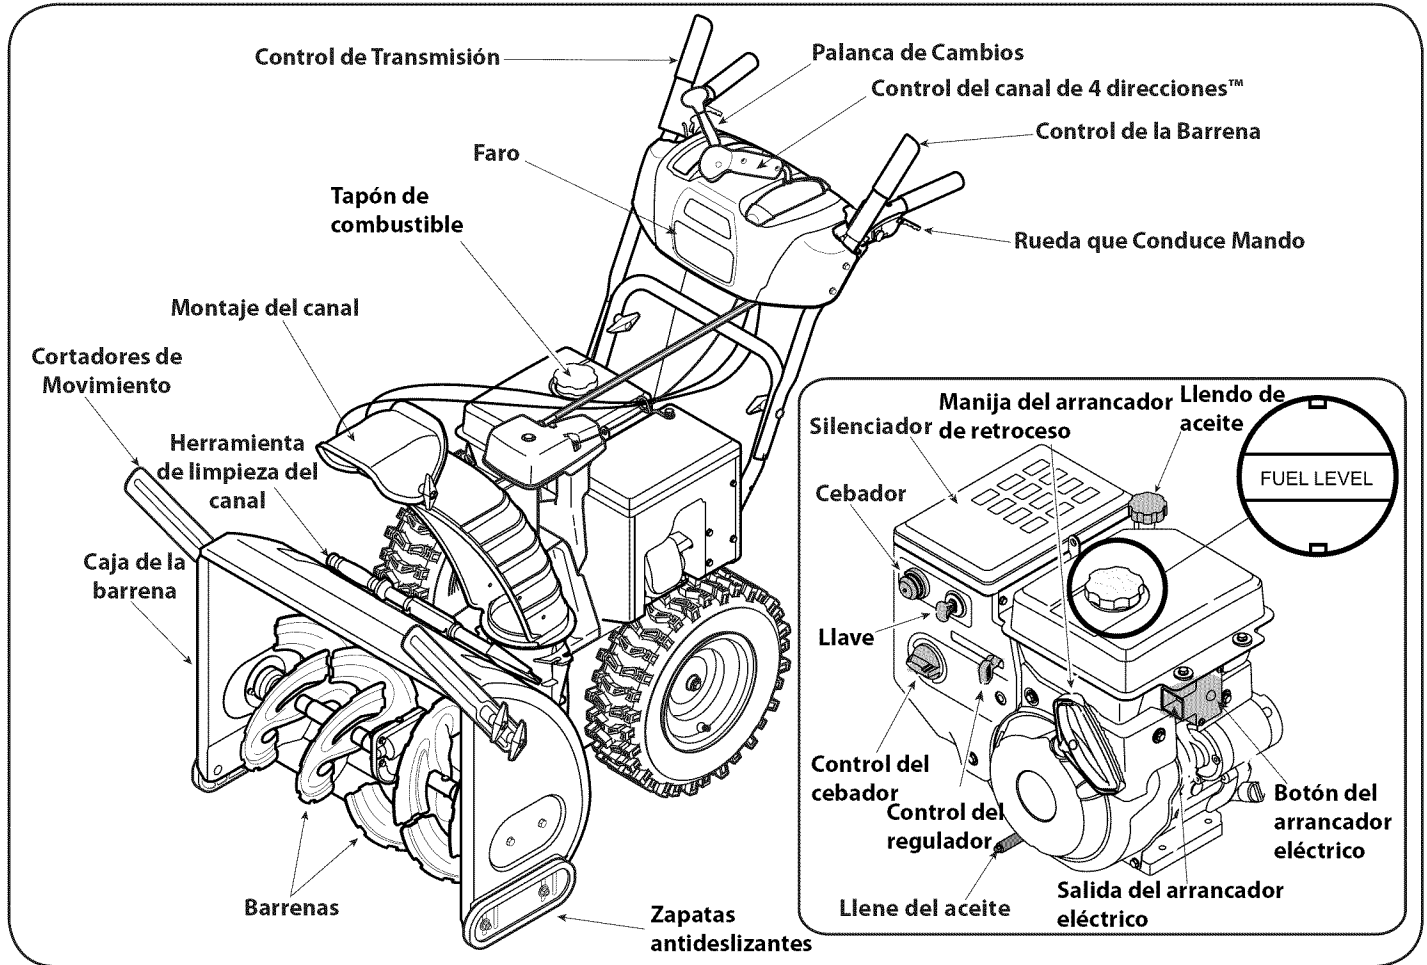

Figura 15
Ahora que ya ha ajustado su máquina quitanieve para la operación, familiarícese con sus controles y características. Vea la Figura 15.
2. En el tanque de combustible hay un indicador de nivel. Llene el tanque hasta llegar al nivel de combustible del indicador. Vea la Figura 15. Tenga cuidado para no llenar el depósito en exceso.